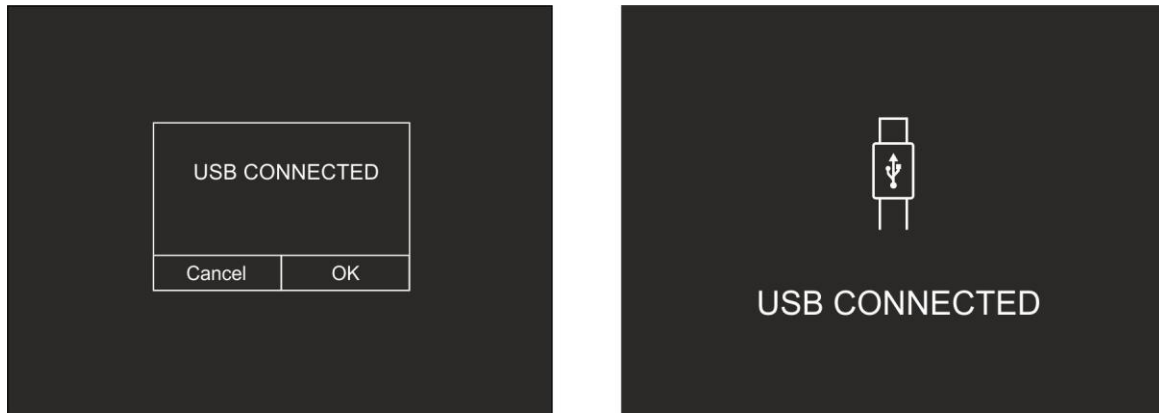

Fig. 12: Conexión del instrumento al PC
3. Conecte el instrumento al PC con el cable USB suministrado en dotación. Se muestra la pantalla de Fig. 12 – parte izquierda:
4. Confirme con “OK” para activar la conexión o bien toque en “Anular” para volver al menú principal. Se muestra la pantalla de la Fig. 12 – parte derecha y el instrumento no aceptará ningún comando